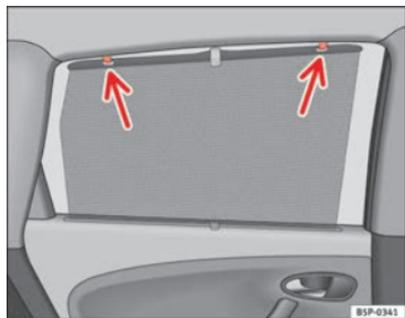

Fig. 84 Cortina porta traseira
- Desenrolar a cortina e engatá-la nos ganchos situados na moldura superior da porta ⇒ fig. 84. ■